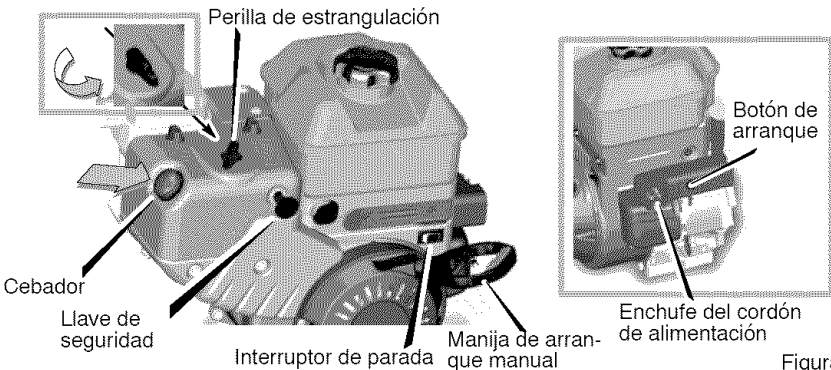

Figura 70
2. Empuje el **botón de parada** a la posición ENCENDIDO (Figura 70).